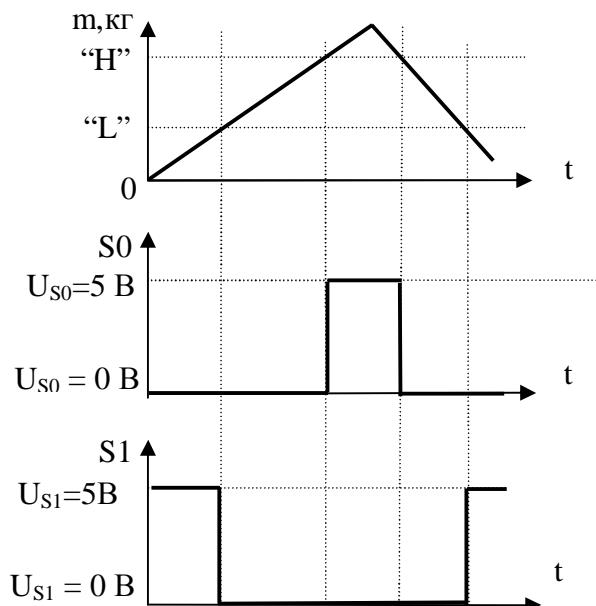
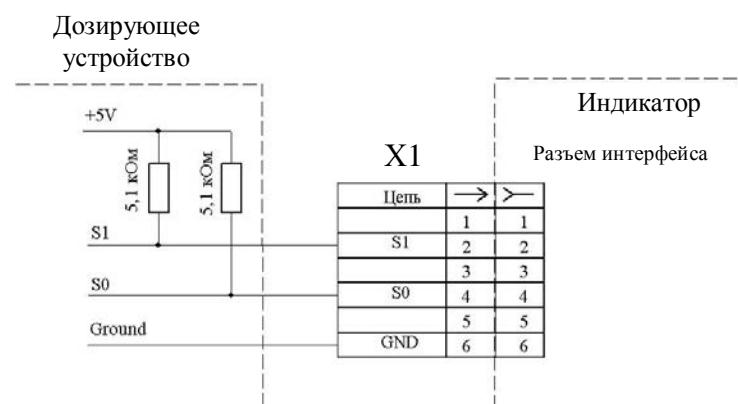

Рис. 5.3 - Зависимость сигналов управления от массы дозируемого товара
Рис. 5.4 - Схема подключения весам к устройству дозирования. (X1- вилка кабельная MDN-6М)
5.4.4.3 Сигналы, формируемые весами в режиме управления дозирующими устройством, приведены на рис. 5.3. Подключение весов к устройству дозирования, производится через разъем интерфейса индикатора. Электрическая схема подключения приведена на рис. 5.4.